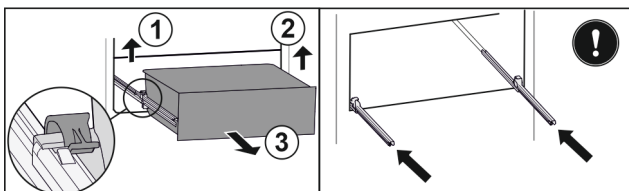

Fig. 110
- ▶ Linke Klemme anheben und gleichzeitig Schubfach links nach vorne ziehen. Fig. 110 (1)
- ▶ Rechte Klemme anheben und gleichzeitig Schubfach rechts nach vorne ziehen. Fig. 110 (2)
- ▶ Schubfach nach vorne entnehmen. Fig. 110 (3)